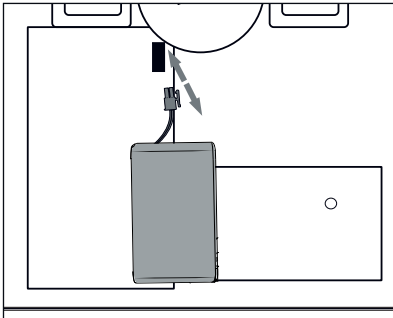

Fig. 17
- 2) Débranchez le connecteur de la batterie (voir fig. 17 et 18) et sortez-le du compartiment à batterie.